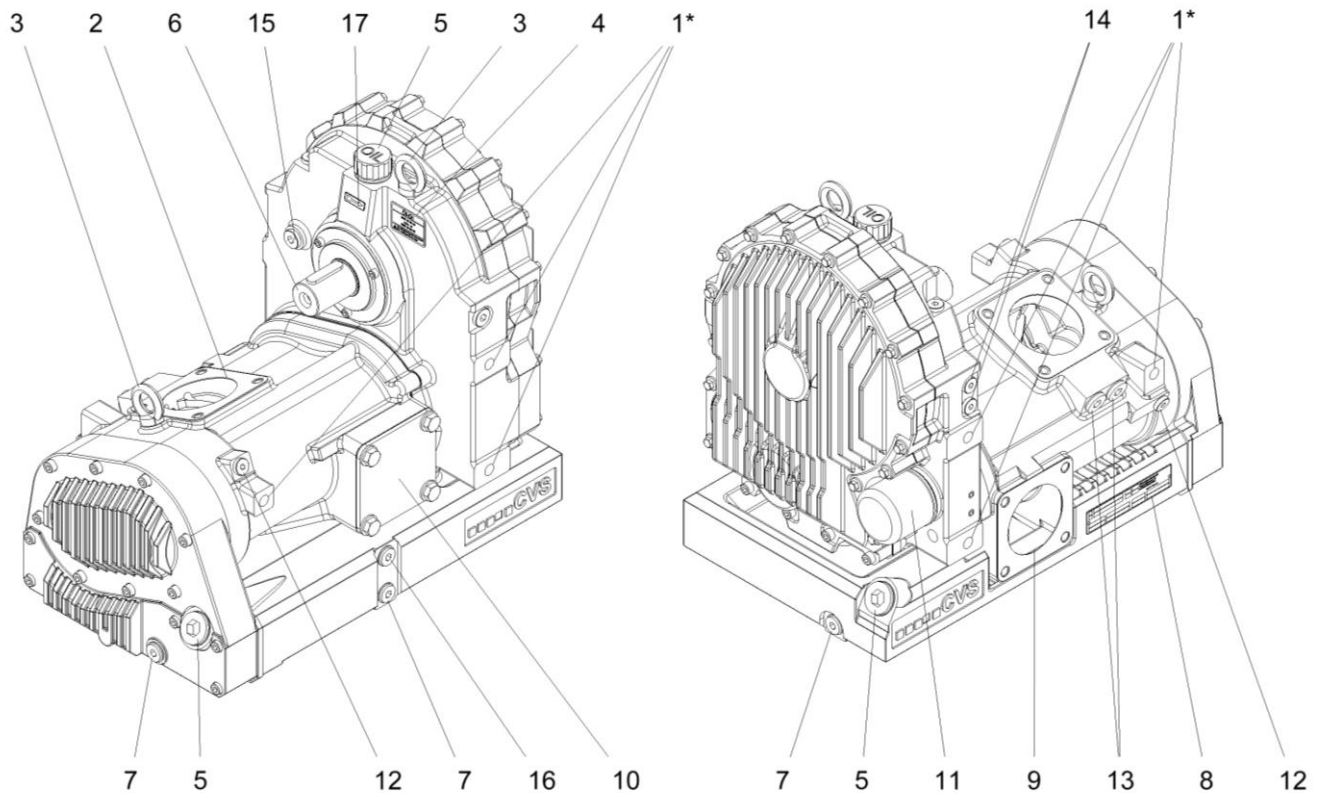

Fig. 2 : Vue du compresseur
Le compresseur est monté sur 3 points de fixation M16 (voir Fig. 2, pos. 1), au choix, à droite ou à gauche de chaque côté du compresseur, à l'intérieur du cadre du véhicule.